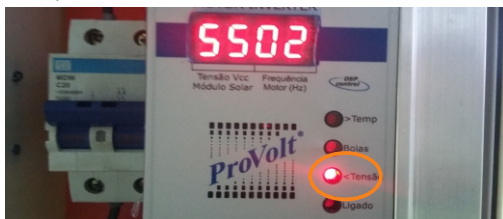

Figura 18: Led “<Tensão”
- Quando a radiação solar for insuficiente para gerar energia e alimentar o quadro com inversor de Frequência FAMAC SOLAR, não estando a tensão CC da entrada do arranjo de módulos fotovoltaicos num nível aceitável de operação, o inversor desligará a motobomba e o led “<Tensão” se acenderá (Figura 18).